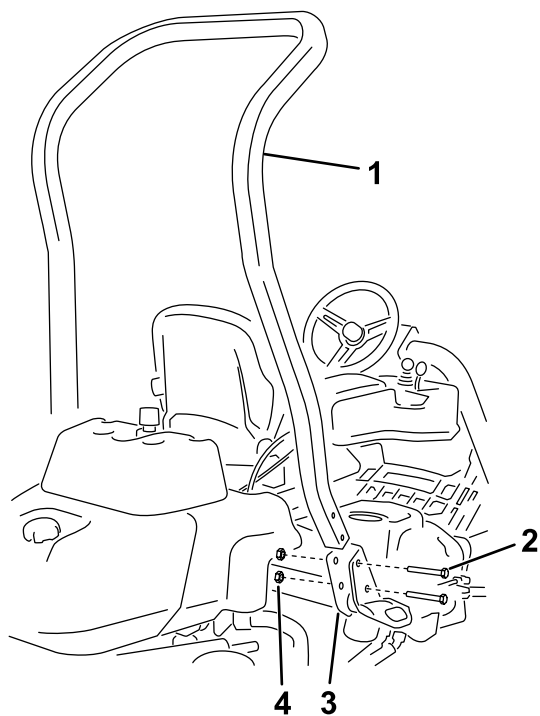

Figura 3
3. Utilizzate 4 bulloni ( $\frac{1}{2}$ " x  $3\frac{3}{4}$ "") e 4 dadi flangiati ( $\frac{1}{2}$ "") per montare il roll bar nelle staffe del ROPS su ciascun lato della macchina, come illustrato nella Figura 3.